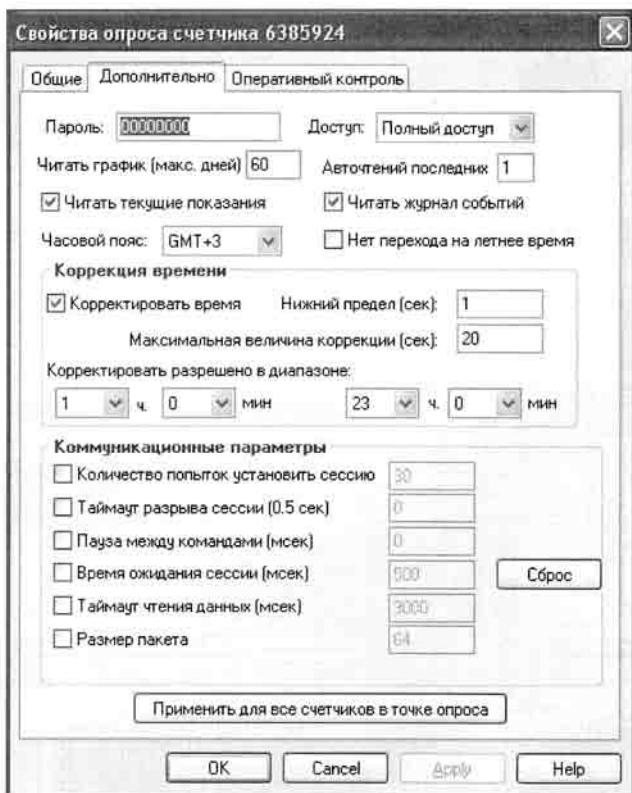

Рисунок 6. Свойства опроса счетчика, параметры коррекции времени.
6.4.2 Установить признак коррекции времени и следующие значения параметров для коррекции: "Нижний предел" – 1 секунда, "Максимальная величина коррекции" – 20 секунд.(см. Рисунок 6)